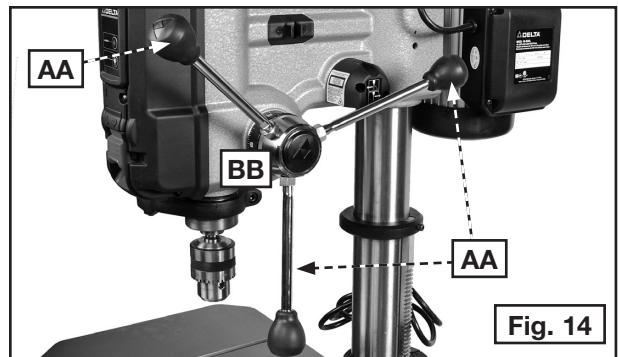

Fig. 14
Vissez les trois poignées de l'arbre de pignon (AA) dans les trois trous situés sur le moyeu de l'arbre de pignon (BB), fig. 14.